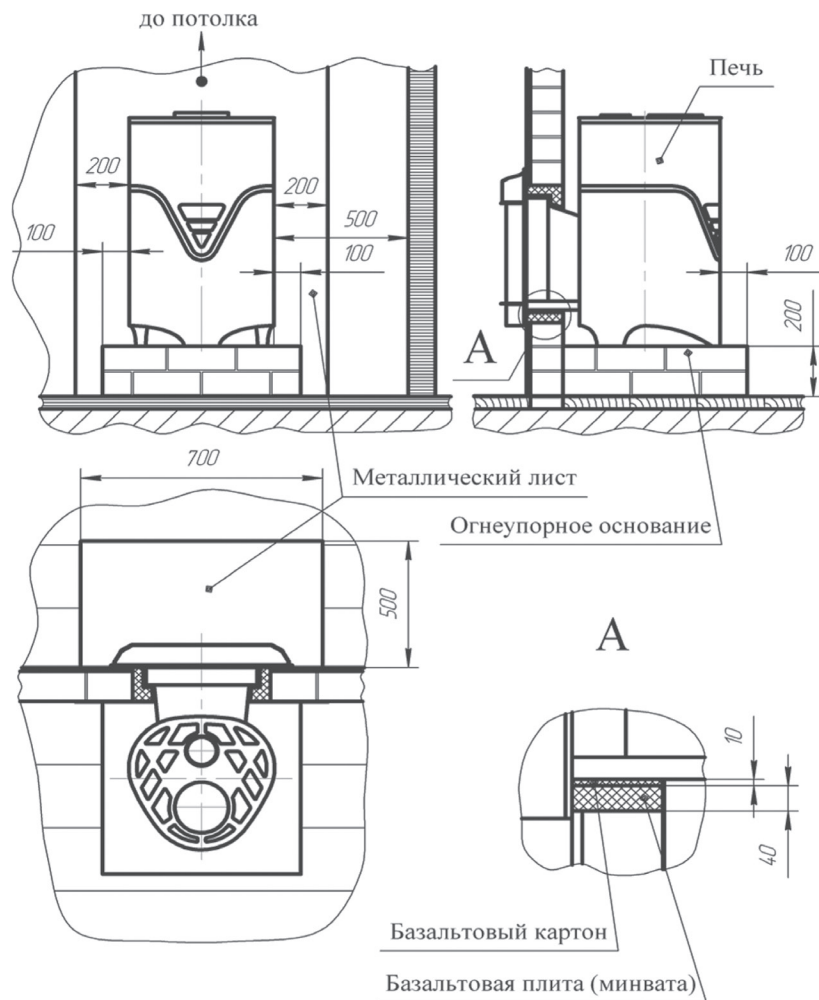

Рисунок 8.1. Схема установки печи на минимально безопасном расстоянии от несущих и ограждающих конструкций.
**8.2.1.** Печь, не более одной, устанавливают в парной на безопасном расстоянии от несущих и ограждающих конструкций (рис. 8.1).